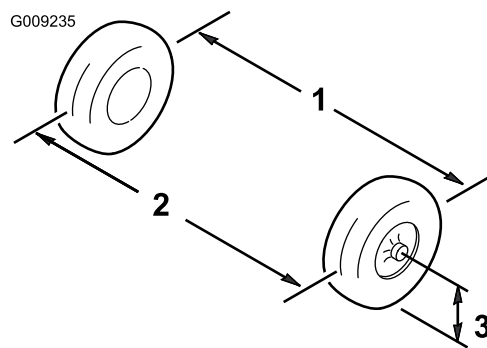

Figura 53
1. Meça a distância entre os pneus dianteiros à altura do eixo na zona dianteira e traseira dos pneus dianteiros (Figura 53).